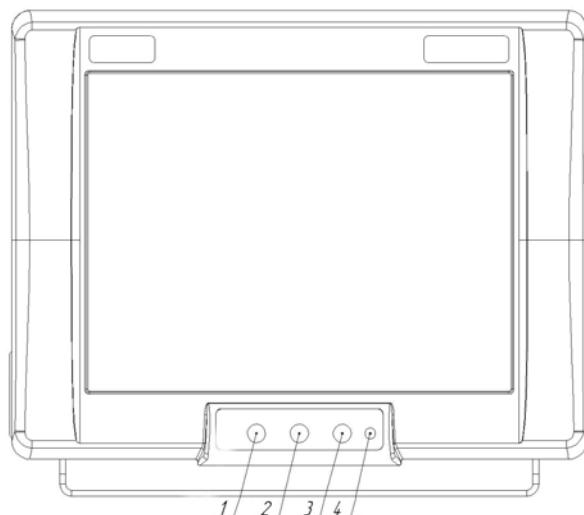
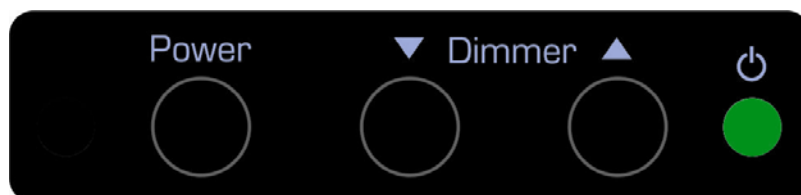

Рисунок 9. Размещение клавиш управления и индикации.
Рисунок 10. Маркировка клавиш управления и индикации.
В конструкции ТД предусмотрены следующие органы управления и индикации: 3 клавиши управления и светодиод индикации. Для удобства использования органы управления и индикации сгруппированы и вынесены на лицевую сторону ТД (смотрите Рисунок 9 и Рисунок 10).
Для включения ТД DT-310 необходимо нажать клавишу «Power» (клавиша №1, смотрите Рисунок 9) После чего прозвучит краткий звуковой сигнал и ТД включится (запустится ОС и загрузится ПО).
В ТД встроена TFT LCD панель (смотрите приложение А) со светодиодной подсветкой. Клавишами «▼» и «▲» лицевой панели ТД (смотрите Рисунок 10) можно задать любой уровень яркости этой панели в пределах от максимума до минимума.
– Индикатор «» (смотрите Рисунок 9, Рисунок 10) представляет собой светодиод зелёного цвета, который индицирует состояние ТД – светодиод подсвечивается при включенном состоянии ТД, не подсвечивается при отключенном состоянии ТД.